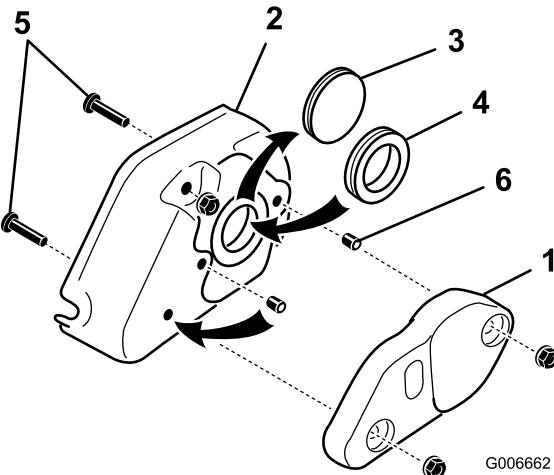

Рисунок 28
31. Выверните две фланцевые гайки (5/16 дюйма) крепления груза механической щетки к ее крышке и снимите груз (Рисунок 28).
32. Снимите сплошную втулку с крышки и установите на ее место резиновую кольцевую втулку (Рисунок 28).
33. Выверните 2 винта 5/16 x 1-1/4 дюйма, завернутые в крышку (Рисунок 28).
34. Отверните установочный винт из центрального отверстия крышки механической щетки (Рисунок 28). Вверните этот установочный винт, входящий в комплект, в отверстия, которые ранее были использованы для монтажных винтов крышки. Перед установкой нанесите на установочные винты состав Loctite. Убедитесь в том, что установочные винты завернуты заподлицо с крышкой.